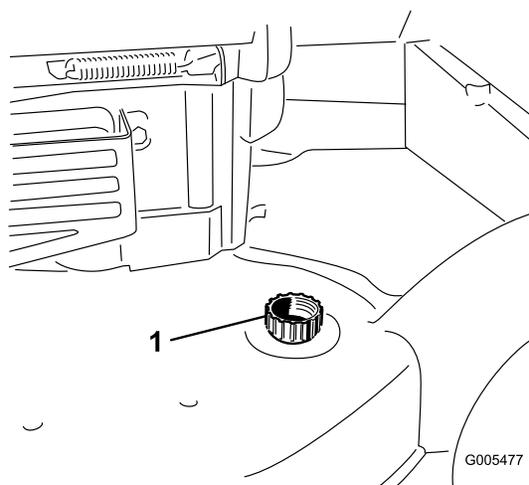

Рисунок 22
4. Присоедините садовый шланг, подключенный к источнику воды, к промывочному отверстию в корпусе (Рисунок 22).